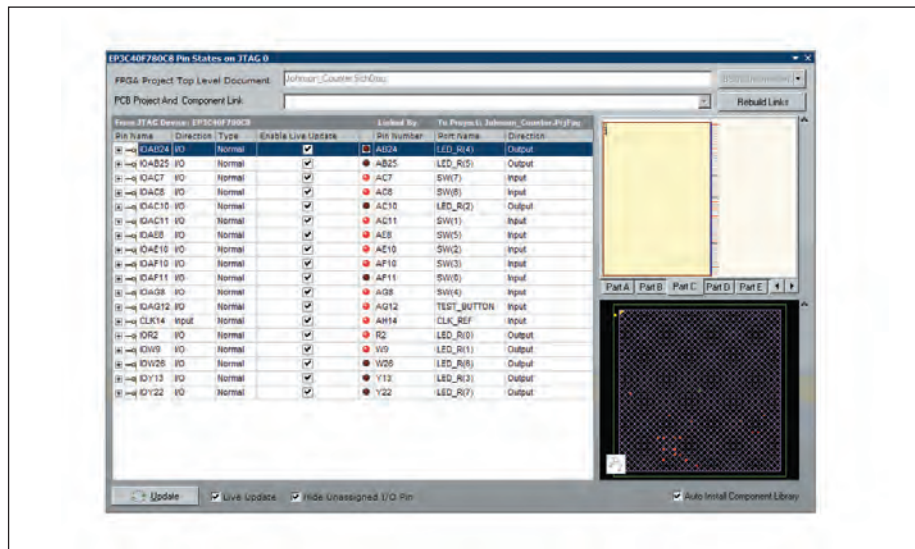

Рис. 7. Панель просмотра внешних выводов ПЛИС
- щелчком левой клавишей мыши на кнопке *JTAG Viewer Panel* активировать панель просмотра внешних выводов ПЛИС (рис. 7);